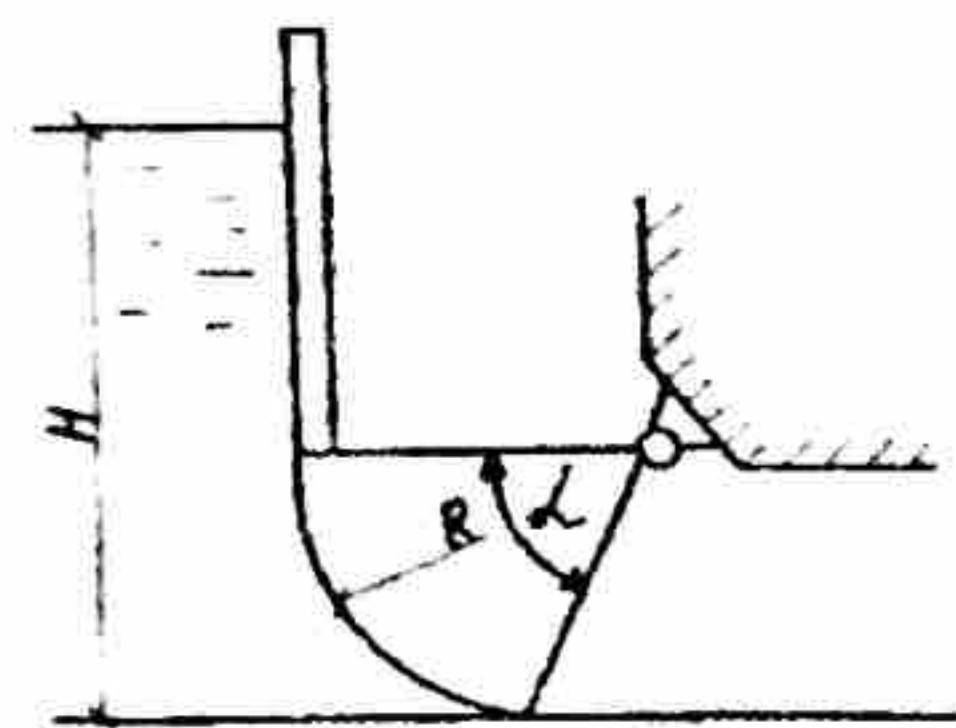

Рис.9
10. Для регулирования сброса воды на плотине установлен сегментный затвор шириной b , радиусом R и углом α . Глубина воды перед затвором H . Определить силу гидростатического давления на цилиндрическую часть затвора и её направление (рис. 9).